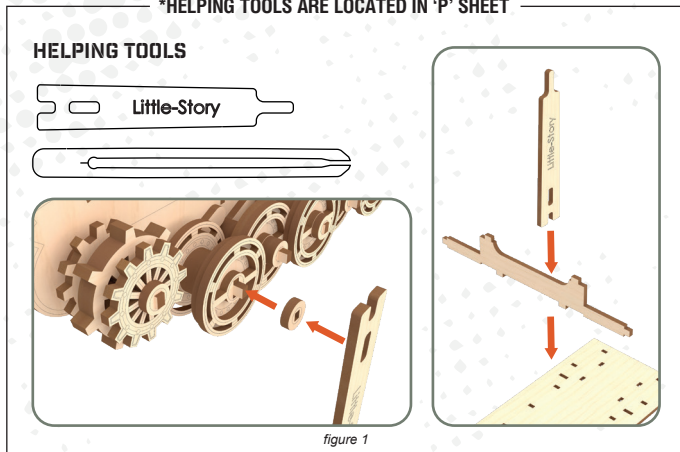

figure 1
- The model comes with a set of wooden helpful tools. You will find them on one of the sheets, marked with the inscription **HELPING TOOLS**. Use the tools to conveniently break smaller elements from the sheets or install parts in hard-to-reach places (figure 1)
- Narzędzi używaj do wygodnego wyłamywania mniejszych elementów z arkuszy lub instalacji części w trudniej dostępnych miejscach (rysunek 1)
- Das Modell wird mit einer Reihe von Holzwerkzeugen geliefert. Sie finden sie auf einem der Blätter mit der Aufschrift **HELPING TOOLS**. Benutzen Sie Werkzeuge, um kleinere Stücke bequem aus dem Blatt auszubrechen oder Teile an schwer zugänglichen Stellen zu montieren (Abbildung 1).
- Utilisez ces outils pour détacher facilement les petites pièces des feuilles ou pour installer des pièces dans des endroits plus difficiles d'accès (figure 1).
- モデルには木製の補助ツールのセットが追加されます。これらは「**HELPING TOOLS**」というシートの1つにあります。ツールを使用すると、小さな部品をシートから簡単に切り離したり、手の届きにくい場所に部品を取り付けたりできます(図1)。
使用工具方便地从板材上折断小零件或将零件安装在难以触及的区域（图1）。